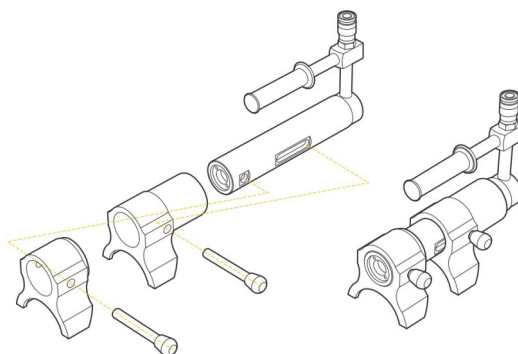

Рис. 5.7.9
7. Сменить расширительную насадку на гидроцилиндре на тиски (установить опорную и подвижную губки, закрепить их фиксаторами) (рис. 5.7.9).